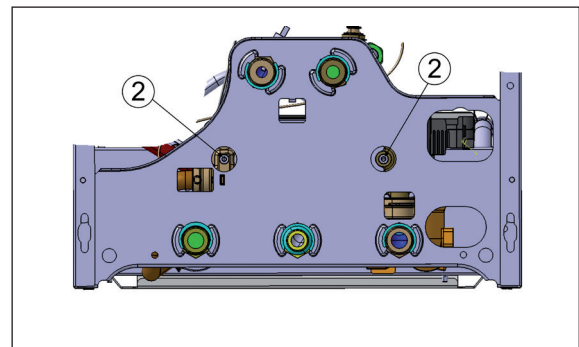

Bild 2
- Lösen der beiden Befestigungsschrauben (2) mit einem 4mm Innensechskant-Steckschlüssel am Plattenwärmetauscher (Bild 2)